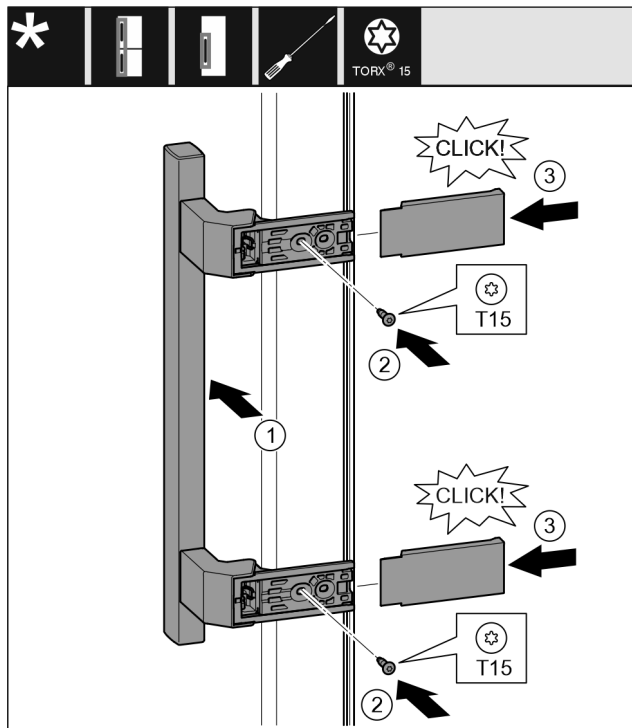

Fig. 38
- ▶ Встановіть ручку з протилежного боку. Fig. 38 (1)
- ▶ За допомогою викрутки T15 закрутіть гвинти. Fig. 38 (2)
- ▶ Встановіть збоку кришки і посуньте їх. Fig. 38 (3)